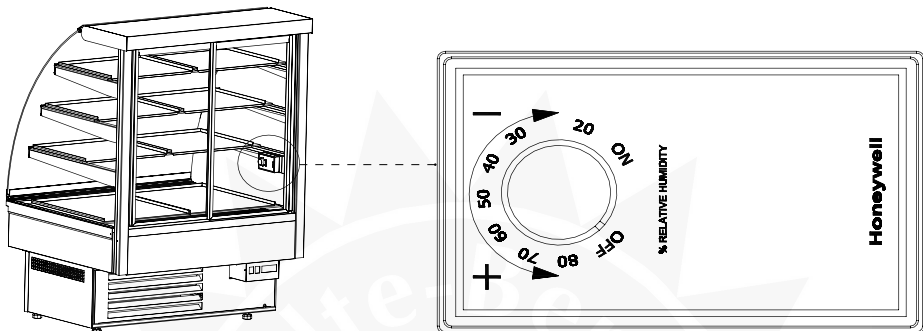

Abb.7 Higrostat
- In der Vitrinen, die mit dem Hlgrostat ausgestattet sind (ausser term. Carel) ist es möglich, die gewünschte Luftfeuchtigkeit mit dem Schalter einstellen Abb.7 (S.28).Im Tempepraturbereich von 10°C bis 15°C kann die Leufffeuchtigkeit in Grenzen 30 bis 80% geregelt werden.
Higrostat dient zur Kontrolle von Feuchtigkeit, wenn sich die Temperatur im Inneren der Vitrine im Bereich von 10°C bis 15°C befindet. Mit dem Higrostatregler ist die gewünschte Luftfeuchtigkeit im Inneren der Vitrine im Bereich von 30 bis 80% indem der Regler gedreht wird Abb.7 (S.28) und in einer bestimmter Position eingestellt wird. Mit dem Drehen des Reglers im Uhrzeigersinn wird die eingestellte Feuchtigkeit vermindert, und gegen Uhrzeigersinn erhöht. Das Drehen des Reglers nach link bis Endstellung verursacht, dass der Higrostatbetrieb ausgeschaltet wird, obwohl die Versorgung eingeschaltet ist.